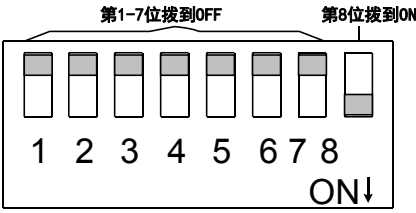

图 3.5 485 通讯控制方式的拨码开关配置
- 2) 将拨码开关第 1~7 位拨到OFF（即拨到上方），第 8 位拨到ON（即拨到下方），这样，驱动器即被配置为通讯控制方式，如 图 3.5 所示，0x009c、0x0120 和 0x0121 寄存器使用默认值 0，从站地址/节点ID被配置为 0x01。